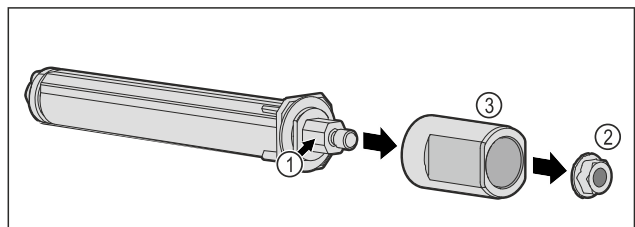

Fig. 54
- ▶ Не разглобявайте затварящата система на вратата Fig. 54 (1).
- ▶ Отстранете гайката Fig. 54 (2).
- ▶ Свалете втулката Fig. 54 (3).